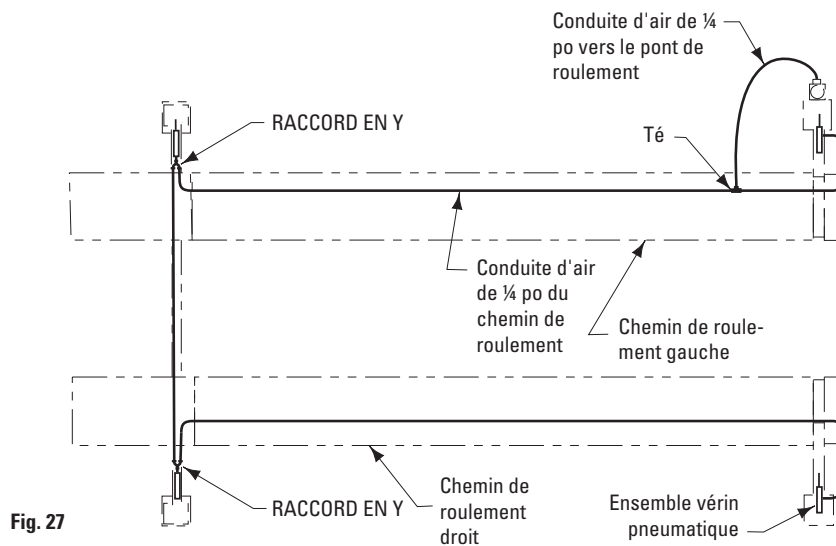

Fig. 27
- F. Fixer le décalque NP280 prévu (ACTIVER POUR RELÂCHER LES LOCQUETS) sur les attaches. Faire passer la conduite d'air de ¼ po depuis la soupape casse-vidé à la fente du chemin de roulement fixe. Couper la conduite d'air et la fixer au té de l'étrier avant, Fig. 27. Cette conduite d'air est pour les loquets de verrouillage.
- G. Faire passer la conduite d'air depuis le té de la fente du chemin de roulement par le trou dans l'étrier arrière et le vérin pneumatique, Fig. 27.